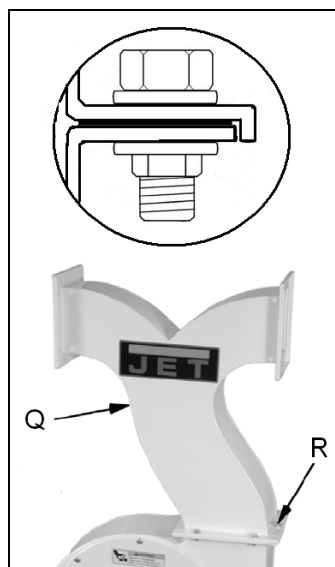

Fig 4
Montieren sie den Verbindungskrümmen (Q, Fig 4) mit 6 Sechskantschrauben, Scheiben und Muttern (R).